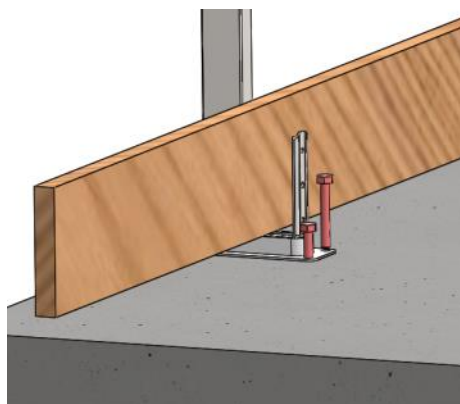

fig. 7
### Montaggio ( fig. 7 – 8 – 9 )
- Utilizzando una piattaforma di lavoro in sicurezza, posizionare un primo montante accostandolo al bordo (fig. 7) del manufatto (**N.B.: il montante deve essere posizionato ad almeno una distanza di sicurezza di 5cm dal bordo**); iniziare quindi ad installare i 4 tasselli di fissaggio scelti in base alla tabella carichi riportata a pag 4 di tale manuale.